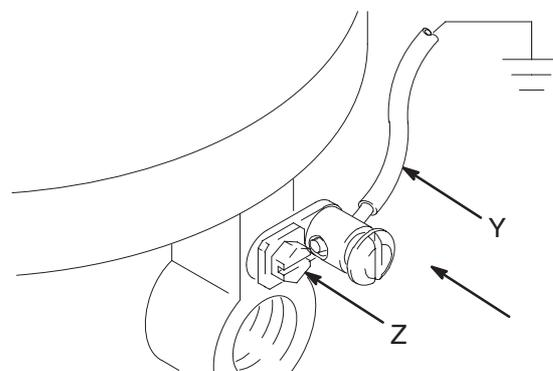

Fig. 2
Modelo 206078: Retire el tornillo de conexión a tierra (Z) e introdúzcalo a través del ojo del terminal de argolla del extremo del cable de conexión a tierra (Y). Vuelva a sujetar el tornillo de conexión a tierra a la bomba y apriételo firmemente. Conecte el otro extremo del cable de conexión a tierra a una tierra verdadera. Vea la Fig. 2. *Para pedir un cable y una abrazadera de conexión a tierra, pida la ref. pieza 222011.*